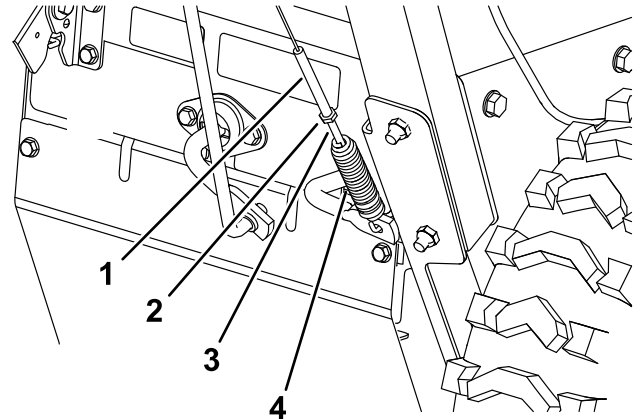
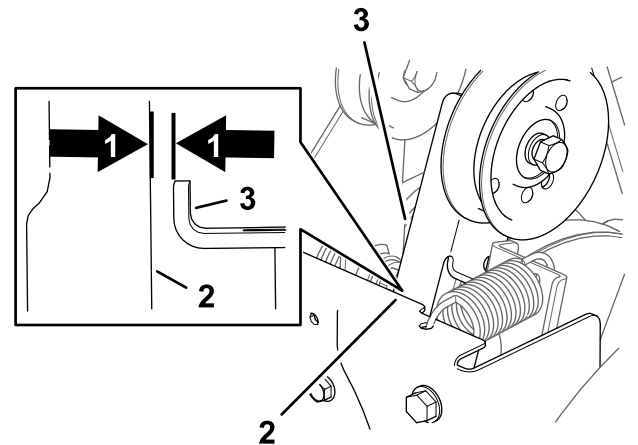

Figure 40
Figure 41
- Desserrez l'écrou de blocage (Figure 40).
- Tournez le tendeur de ressort jusqu'à obtention d'un jeu de 1,5 mm entre le cadre et le bras d'embrayage de la brosse (Figure 40 et Figure 41).
- Resserrez l'écrou de blocage (Figure 40).